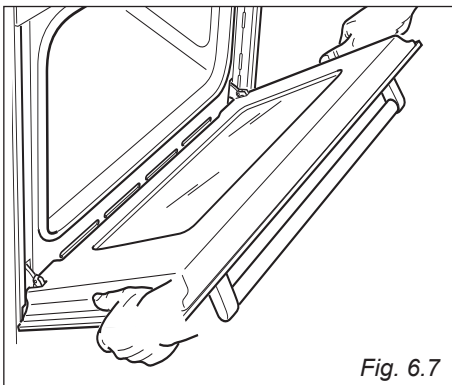

Fig. 6.7
- Impugnare la porta come illustrato in fig. 6.7.